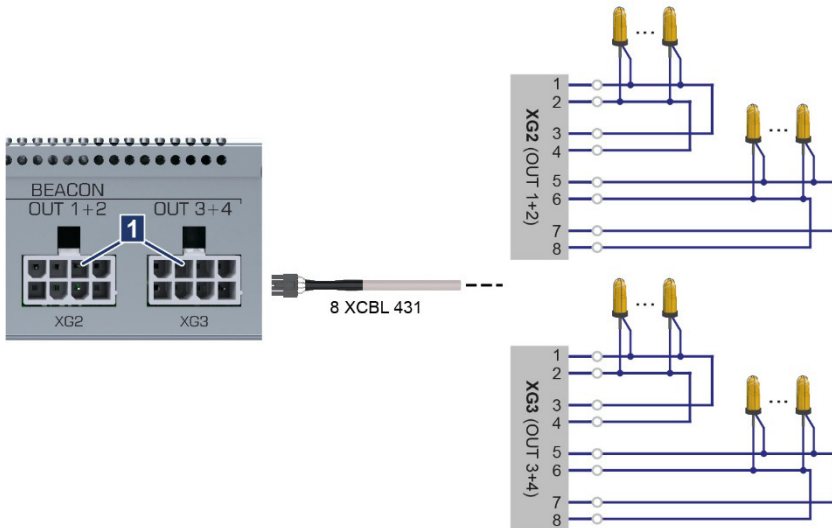

Abb. 6-7: Anschlussbeispiel an XG2 und XG3 für Ringverkabelung
1. Anschlusskabel 8 XCBL 431 am Blitzleuchtenmodul in die Buchse XG2 (OUT 1+2) bzw. XG3 (OUT 3+4) stecken (→ Abb. 6-7/1) und offenes Kabelende an den dafür vorgesehenen Klemmstellen auflegen (→ Kapitel 6.3.2, Seite 15).